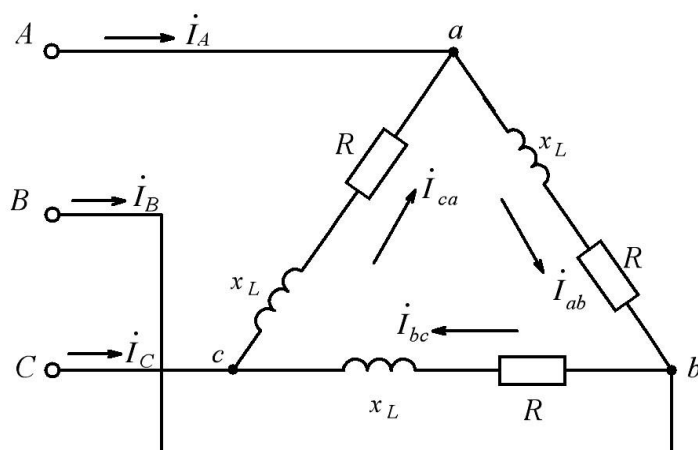

Рис. 3.1
Пример 1. В трехфазную цепь с линейным напряжением $U_{\text{л}} = 220$ В включен симметричный приемник, соединенный «треугольником», сопротивление каждой фазы которого $Z = (10 + j10)$ Ом (рис. 3.1).
2. Определяем фазные токи (см. рис. 3.1)